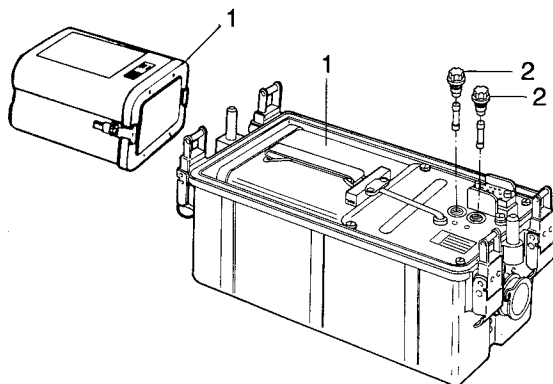

Bild 27 Wechseln der Sicherungshalter-Kappe und des Batteriebehälters
- An der Stromversorgung die schadhaften Teile gemäß Bild 27 wechseln.